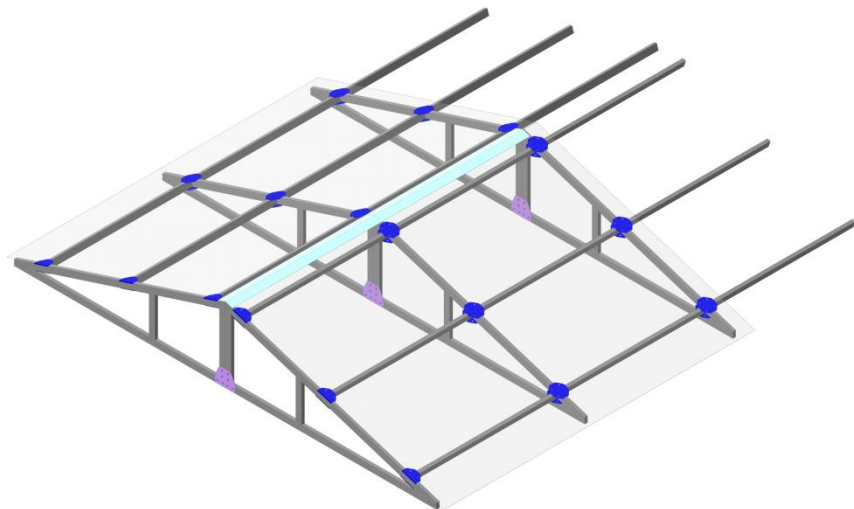

РИС. 6
4.1.6. Установите листы поликарбоната так, чтобы каналы в поликарбонате были направлены вертикально. Поликарбонат должен закрывать сверху незакрытые торцы поликарбоната боковых и торцовых стенок. Панели необходимо тщательно выровнять и закрепить саморезами 4,8x19 мм с прорезиненными шайбами EPDM (РИС. 6).